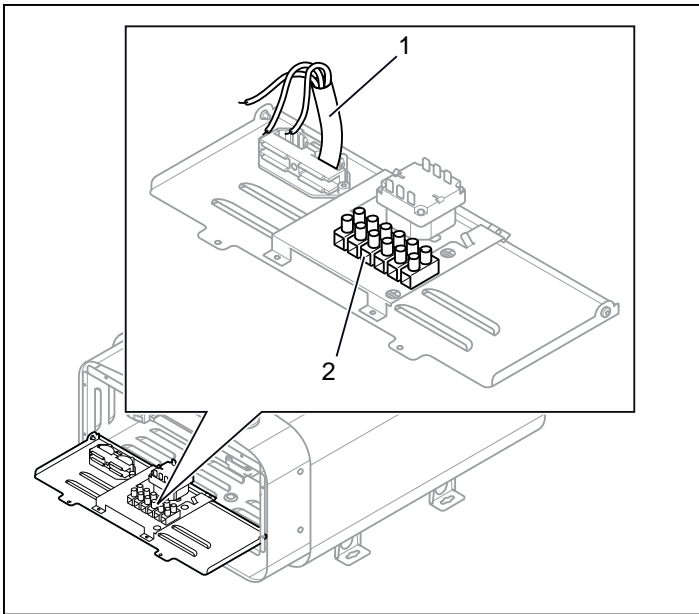

Abb. 6: Platine
3. Schließen Sie das Stromkabel (1) gemäß dem Schaltplan, siehe Abschnitt Anschluss/Schaltplan, Seite 12 an die Klemme (2) an, siehe Abb. 6, Seite 11.